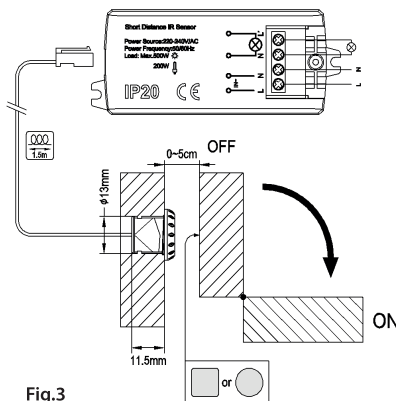

Fig.3
- **SE018BI:** Adatto per cabine armadio, ante o porte. Il suo stato è controllato dall'apertura e dalla chiusura di una porta o anta. Quando viene aperta, il sensore rileva il movimento e accende il carico che rimarrà acceso fino alla chiusura della porta/anta (Fig.3). Per incrementare la sensibilità, è possibile applicare un'etichetta chiara sulla porta/anta, posizionandola di fronte al sensore (solo per SE018BI, Fig.3).
- **SE018BI:** Suitable for wardrobes, cabinet doors, or regular doors. Its state is controlled by the opening and closing of a door or panel. When opened, the sensor detects the motion and turns on the load, which remains on until the door/panel is closed (Fig. 3). To increase sensitivity, a light-colored label can be applied to the door/panel, positioning it in front of the sensor (only for SE018BI, Fig. 3).